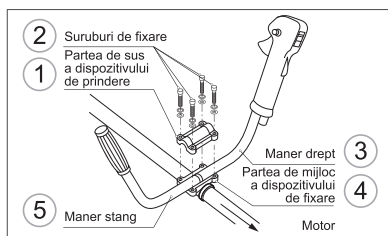

fig. 2
1. Scoateți partea de sus a dispozitivului de prindere a mânerelor (1, fig. 2), deșurubând cele 4 șuruburi 2 (fig. 2). Montați mânerele de lucru (3 și 5, fig. 2). Mânerul drept (3, fig. 2) este dotat cu dispozitive de control al motorului, clapeta mânerului drept trebuie să fie îndreptată spre reductor.